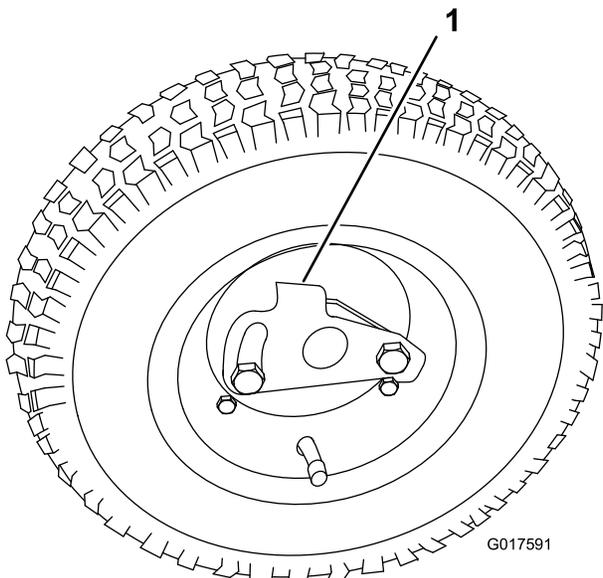

図 8
1. 車輪を車軸にはめ込む（図 8）。
2. ロッキングクリップを開き、タイヤを更に奥に押し込む（図 8）。